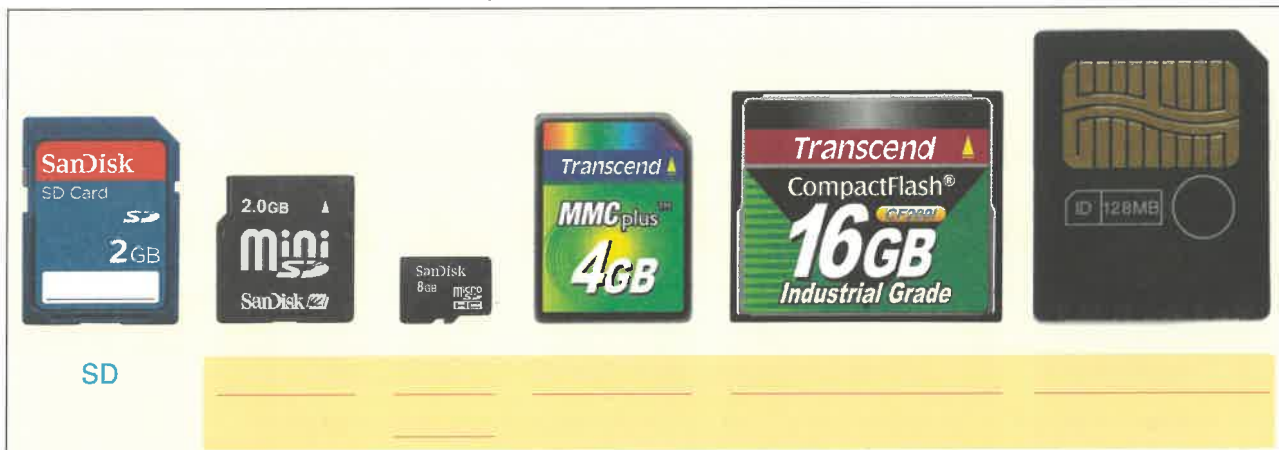

Bild 2: Speicherkarten, Standards
9. Bezeichnen Sie in **Bild 2** die Standards für Speicherkarten.